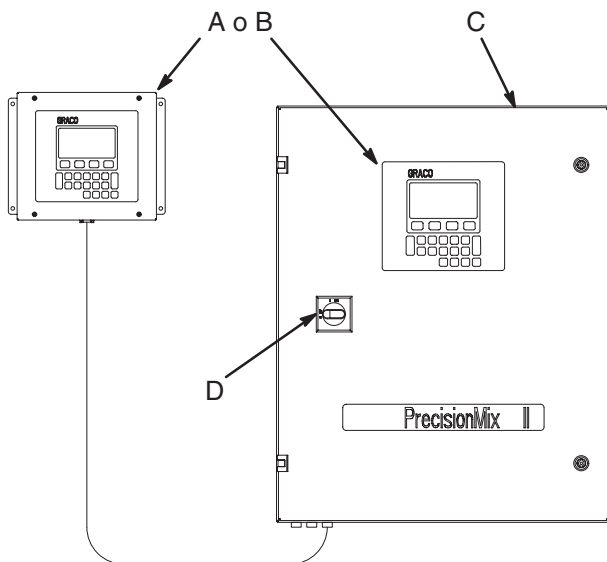

Fig. 13.5
3. Apague el interruptor de potencia del PrecisionMix II (D). Vea la Fig. 13.5.
4. Desconecte el cable del interfaz de usuario (A o B) del controlador PrecisionMix II (C).